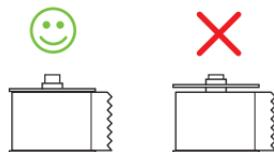

Figura 34
- 5 Far scorrere la guida bobina sul lato destro della bobina stessa e premere la guida con decisione contro il lato del rotolo di etichette, **evitando di lasciare spazi vuoti** tra il rotolo e la bobina. Vedere la Figura 34.